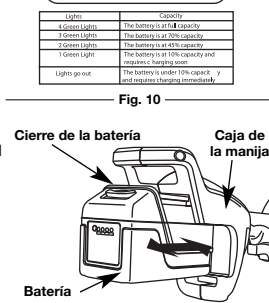

Fig. 11
- Alinee la lengua del paquete de baterías con la cavidad en la caja de manija de la unidad (Fig. 11).
- Sujete firmemente la manija, asegurándose de no activar el gatillo del regulador, y tire de la batería hacia afuera de la caja de la manija. (Fig. 11).